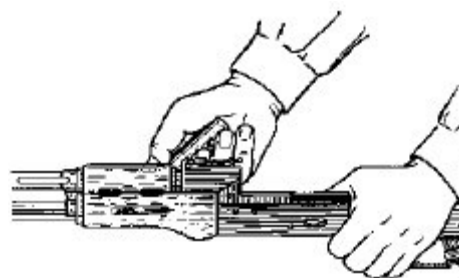

Рис.8. Отделение газовой трубки со ствольной накладной
8) *Отделить газовую трубку со ствольной накладкой.* Удерживая автомат левой рукой, правой рукой надеть пенал с принадлежностью прямоугольным отверстием на выступ замыкателя газовой трубки, повернуть замыкатель от себя до вертикального положения (рис. 8) и снять газовую трубку с патрубком газовой камеры.